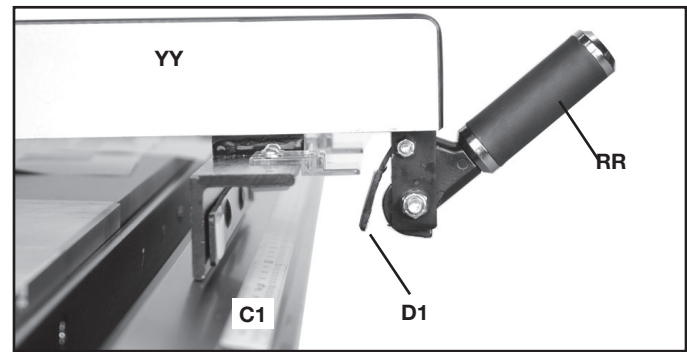
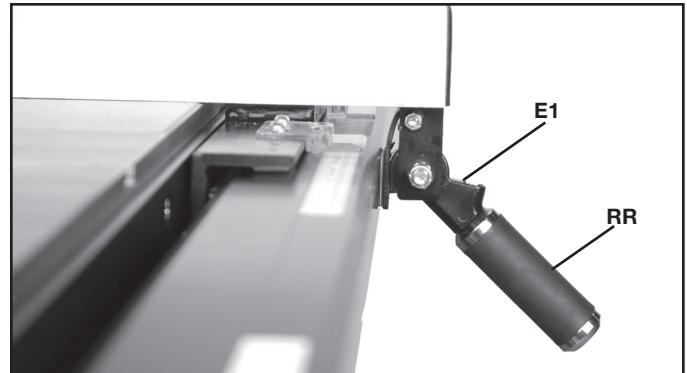

FIG. 28
FIG. 29
Cuando sujete el ensamblaje de la guía (YY), Fig. 28, al tubo de la guía (C1), asegúrese de que el pie de leva (D1) cuelgue hacia abajo y entre el mango de bloqueo (RR) y el tubo de la guía (C1) y que no esté atrapado en la parte superior del tubo de la guía.
Se muestra un ensamblaje de la guía sujeto correctamente en la Fig. 29.
Para mover la guía a lo largo del tubo de la guía, simplemente levante el mango de bloqueo (RR), Fig. 29, como se muestra, deslice la guía a la posición deseada y baje el mango de bloqueo (RR), Fig. 28, como se muestra, para fijar la posición.
**NOTA:** Se proporciona un imán (E1), Fig. 29, para mantener el mango hacia arriba (como se muestra en la Fig. 28) cuando mueve la guía.